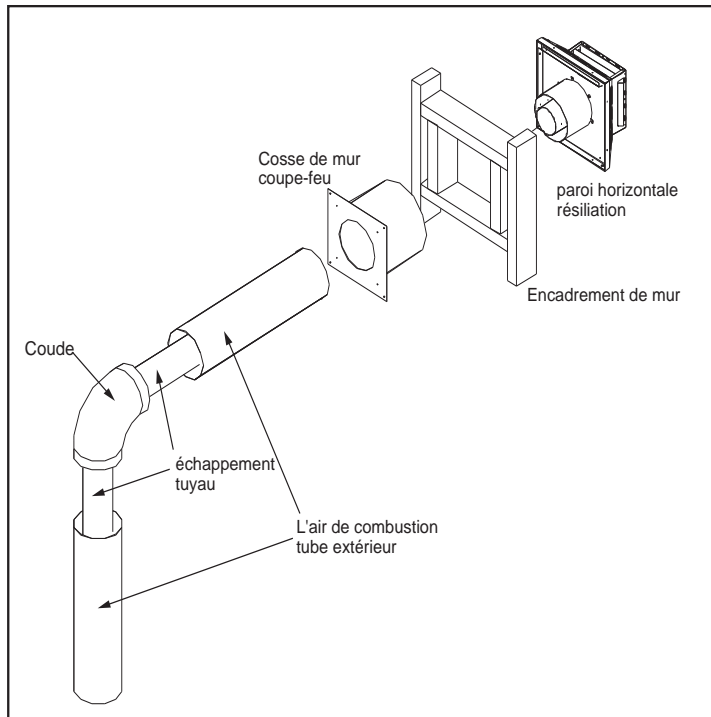

Figure 16: installation horizontale commune
Il ya trois (3) types d'installations direct du système de ventilation. Les trois (3) types d'installations sont présentées dans les figures 16 à 18.